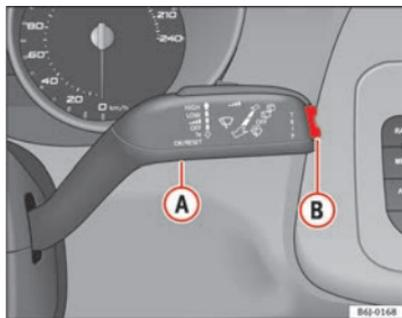

Abb. 33 Scheibenwischerhebel: Taste A und Wipptaste B
- Bei eingeschalteter Zündung kurz die Taste \Rightarrow Abb. 33 **A** am Scheibenwischerhebel betätigen, um zwischen den beiden Speichern zu wechseln.